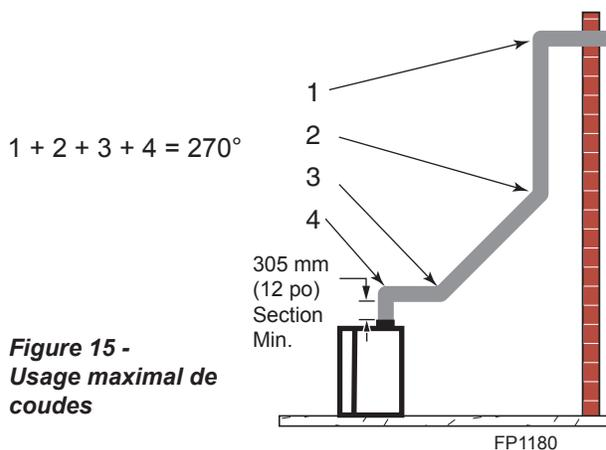

Figure 15 -
réduite à 5,2 m (17 pi). Aux Figure 15, la dimension A plus B ne doit pas être supérieure à 5,2 m (17 pi).
- Le nombre maximal de coudes de 45 ° permis par installation est de six (6). Ces coudes peuvent être aussi bien être installés sur une section horizontale que verticale.
- Le nombre maximal de degrés de coudes dans un système est de 270 °. *Figure 15*